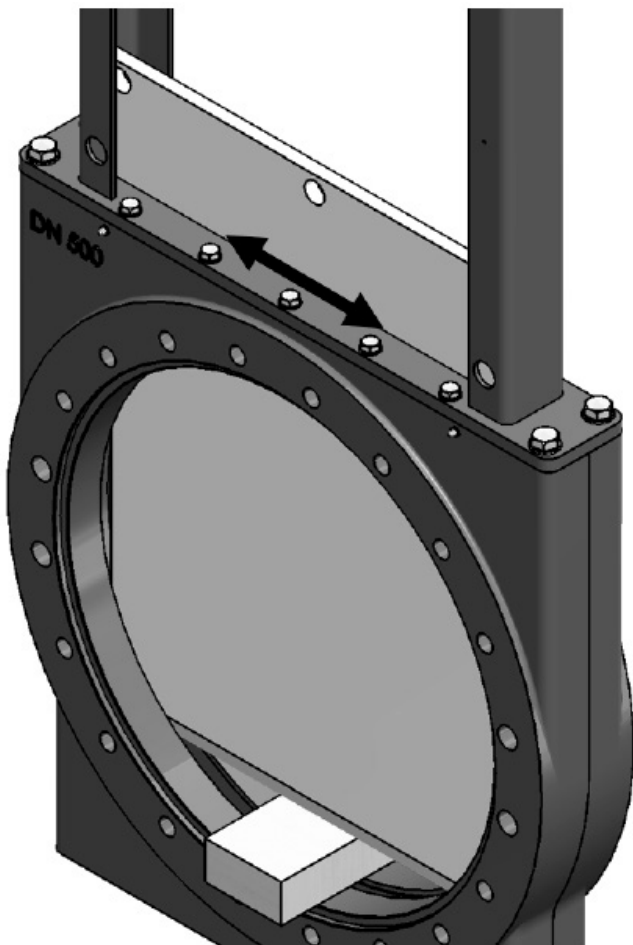

Figura 16. Apriete de los pernos de montaje de la torre.
1. Una vez que se hayan montado el cuerpo de la válvula y la compuerta, eleve y coloque la torre (3) sobre el cuerpo de la válvula. Instale los pernos de montaje de la torre y apriete a mano (5).
2. Apriete los pernos de montaje empezando por el centro como se muestra en la Figura 16.
3. Monte el actuador (y la posible placa adaptadora) en la parte superior de la torre (3) utilizando los pernos y tuercas correctos.
4. Monte la horquilla (14) en el vástago del actuador si se ha desmontado.
5. Desplace el vástago del actuador hacia abajo o eleve la compuerta para introducir el pasador de horquilla (16) por los orificios de alineación de la compuerta (2) y la horquilla (14). Fije el pasador de horquilla con los anillos de retención (17).
6. Instale la placa de la cubierta inferior (12) y apriete los pernos de la cubierta inferior (10).